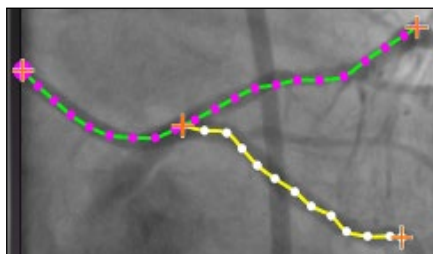

Figure 132. Branche terminée s'affichant en mode sélectionné
Étape 3 (et Figure 131 Figure 132)
- ② Si un point de départ est choisi sur la courbe et qu'il doit être annulé, cliquez avec le bouton droit pour faire disparaître le point. Ceci ne s'applique que lorsqu'une branche ou un tronc est commencé(e). En cas de début sur un point existant, cliquez ailleurs avec le bouton droit de la souris pour désélectionner le point. Lorsque vous terminez le tracé en double-cliquant sur le point distal, la branche s'affiche en mode sélectionné (jaune et blanc) (**Figure 132**).